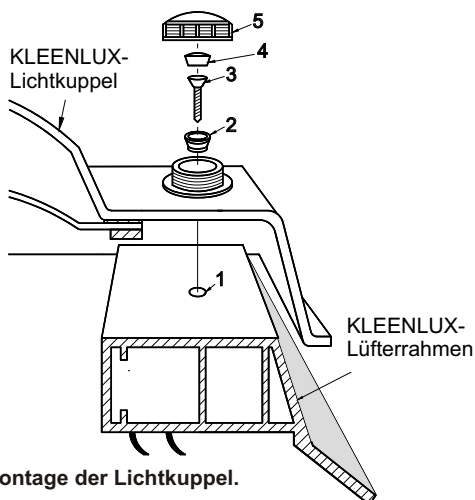

Abb. 7: Montage der Lichtkuppel.
- ➋ Stechen Sie mit einem spitzen Werkzeug mittig in die Sicherungskappen und heben diese vorsichtig heraus (Abb. 7, Pos. 4).
- ① Legen Sie die Lichtkuppel auf den Lüfterrahmen und richten sie nach allen Seiten gleichmäßig aus.
- ② Zeichnen Sie die Bohrlöcher durch die Schraubstellen der ausgerichteten Lichtkuppel an.
- ③ Nehmen Sie die Lichtkuppel ab und stellen Sie diese vorsichtig beiseite. Durchbohren Sie die angezeichneten Stellen mit \varnothing 3mm (Abb. 7, Pos. 1).
- ④ Legen Sie die Lichtkuppel wieder auf den Lüfterrahmen und richten sie so aus, dass Schraubstellen und soeben ausgeführte Bohrungen direkt übereinander liegen.
- ⑤ Legen Sie die O-Ringe in die Schraubstellen der Lichtkuppel (Abb. 7, Pos. 2).
- ⑥ Schrauben Sie die Lichtkuppel auf den Lüfterrahmen (Abb. 7, Pos. 3). **ACHTUNG:** Schrauben nicht zu fest anziehen, ca. 1mm Spiel ist am Befestigungsrand der Lichtkuppel erforderlich (sichtbar an den O-Ringen der Schraubstellen)!
- ⑦ Drücken Sie die Sicherungskappen fest in die Schraubstellen der Lichtkuppel (Abb. 7, Pos. 4).
- ⑧ Schrauben Sie zum Abschluss die Schraubkappen auf die Schraubstellen der Lichtkuppel (Abb. 7, Pos. 5).